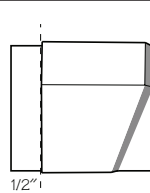

Figura 2
- 2** Pare una pata sobre una superficie plana con la orientación que se indica en la figura 2. Coloque el revestimiento del zócalo por detrás de la pata y alinee con la línea que marcó en lápiz. (Si para la pata y el revestimiento en forma vertical sobre una superficie plana se asegura de que queden nivelados en la base).